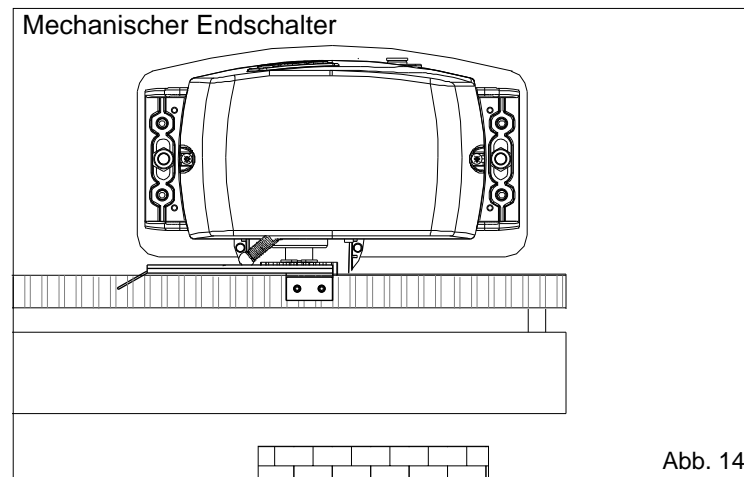
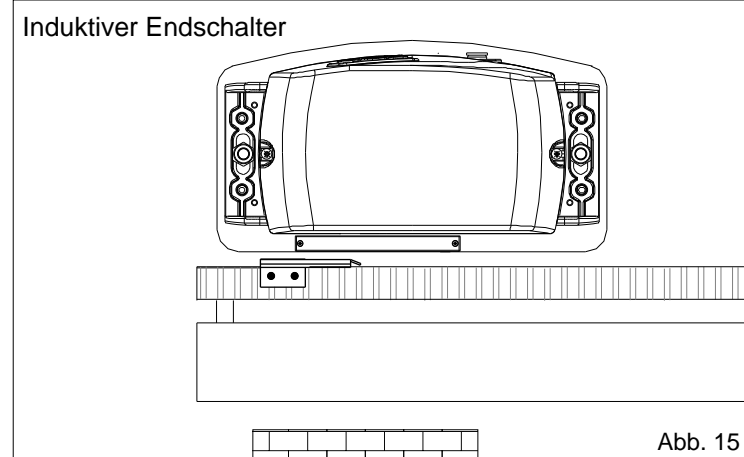
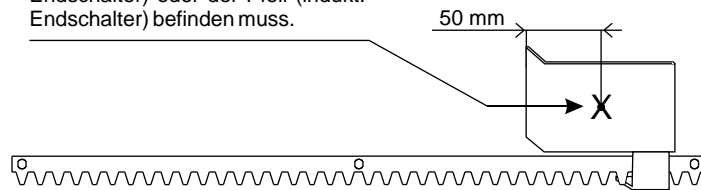
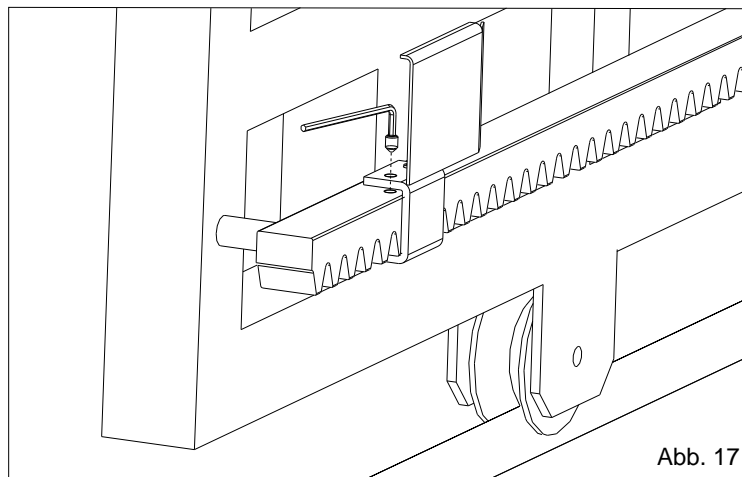

Abb. 14
Abb. 15
Abb. 16
Abb. 17
- Das Plättchen auf der Zahnstange so positionieren, dass der Endscharter (Metallblättchen bei mechanischen Endschaltern (Abb. 14); Anzeigepfeil bei induktiven Endschaltern (Abb. 15)) im oberen Bereich dem Punkt X entspricht, der sich 50 mm von der geknickten Seite des Plättchens befindet (Abb. 16) und mit den mitgelieferten Schrauben befestigen (Abb. 17).
- Das Plättchen auf der Zahnstange so positionieren, dass der Endscharter dem Punkt X, der sich 50 mm von der geknickten Seite des Plättchens befindet entspricht (Abb. 16) und mit den mitgelieferten Schrauben befestigen (Abb. 17).